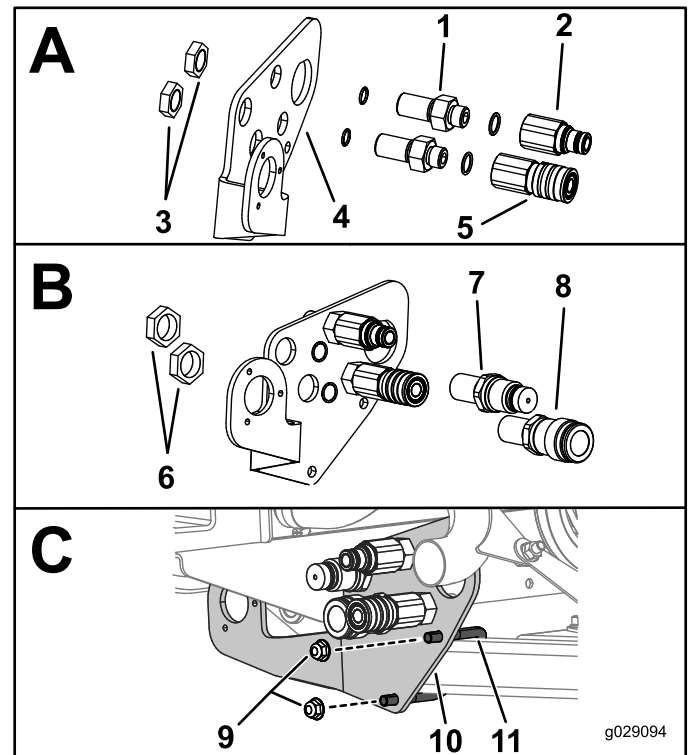

Figure 17
1. Positionnez les raccords sur le panneau de traversée, comme montré à la Figure 17.
2. Fixez légèrement le panneau de traversée sur le cadre au moyen de l'étrier fileté et de 2 écrous à embase (3/8 po), comme montré dans l'encadré C de la Figure 17.